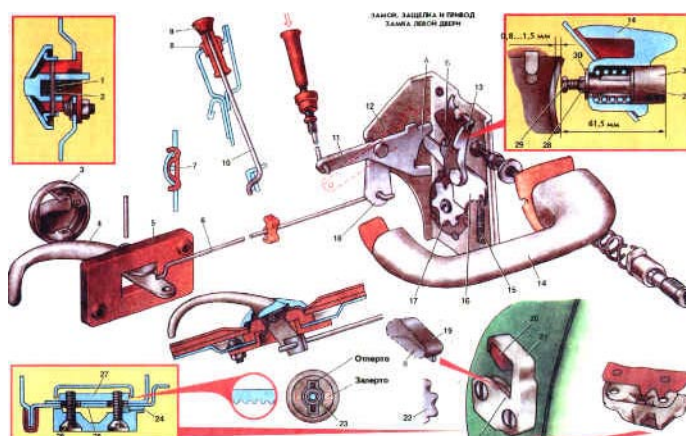

Рис. 26. Арматура двери:
**Замок двери** роторного типа (рис. 26). При полном закрытии двери ротор замка должен заходить во второй зуб защелки, при заходе ротора на первый зуб дверь закрывается не полностью и при езде стучит. При закрывании двери ротор замка, входя в зацепление с зубьями защелки, вращает храповик, который отжимает зуб собачки, преодолевая сопротивление пружины. Собачка позволяет ротору вращаться в направлении закрытия двери. Чтобы дверь открыть, необходимо зуб собачки отвести от храповика.